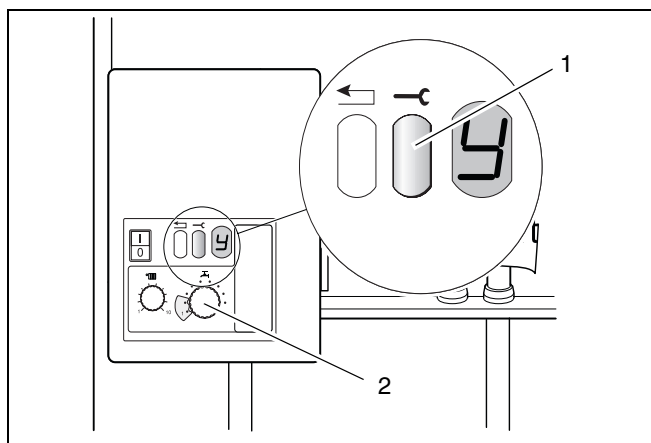

Fig. 28 Tasto service, regolatore della temperatura dell'acqua calda
- Quando il bruciatore si è attivato, dopo ca. 30 sec., tenere premuto il tasto di servizio fino a quando sul display non comparirà "Y" (fig. 28, pos.1).
- Porre il regolatore per la temperatura dell'acqua calda (fig. 28, pos. 2) sulla posizione "1".
- Ripristinare il valore originario sul regolatore della temperatura dell'acqua calda (fig. 28, pos. 2).
- Tenere premuto il tasto di servizio (fig. 28, pos. 1) fino a quando sul display non appare "Y".
- Dopo avere acceso il bruciatore, premere il tasto di servizio (fig. 28) fino a quando sul display non apparirà "Y".